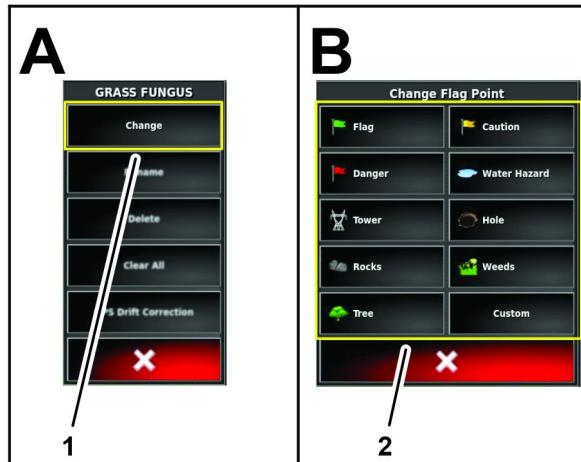

Figura 84
1. Nel menu Modifica segnalazione, premete l'Icona MODIFICA (Figura 84).
2. Nel menu Modifica punto di segnalazione, premete l'Icona per il tipo di punto di segnalazione (Figura 84).